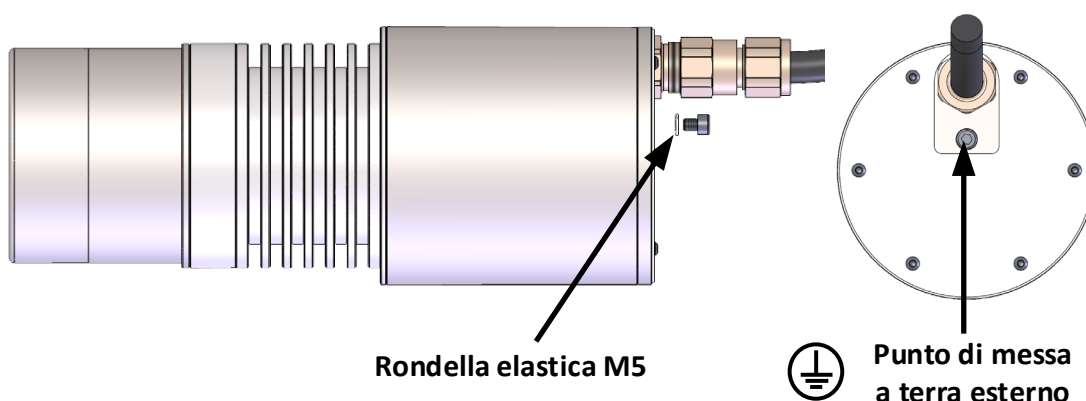

Figura 4: Punto di messa a terra esterno
- Assicurarsi che il sensore, i componenti di montaggio e l'alloggiamento siano correttamente messi a terra. Il sensore dev'essere messo a terra con un conduttore di sezione $\geq 4 \text{ mm}^2$ (11 AWG). Per il collegamento del cavo si deve utilizzare la rondella elastica M5 in dotazione (Figura 4).